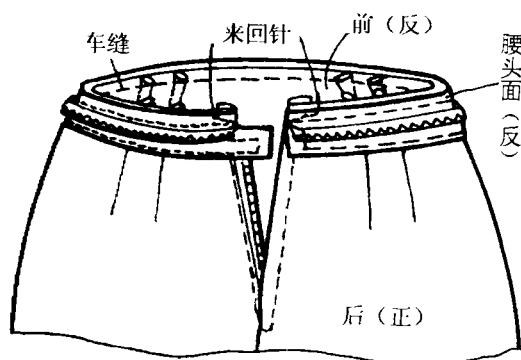

图2-15
15. 绱腰头。在腰口处,将腰头面与裙片正面对,顺腰头面净印车缝一周。见图 2-15。